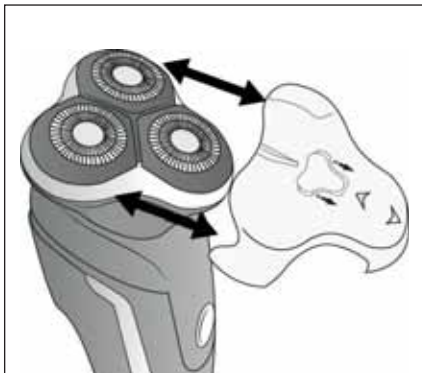

Fig. 1
- ◆ Atunci când nu utilizați aparatul de ras, pentru protejarea acestuia așezați capacul de protecție ❶.
- ◆  Detașați capacul de protecție ❶ trăgându-l în jos de pe unitatea de tăiere ❷ (a se vedea fig. 1).